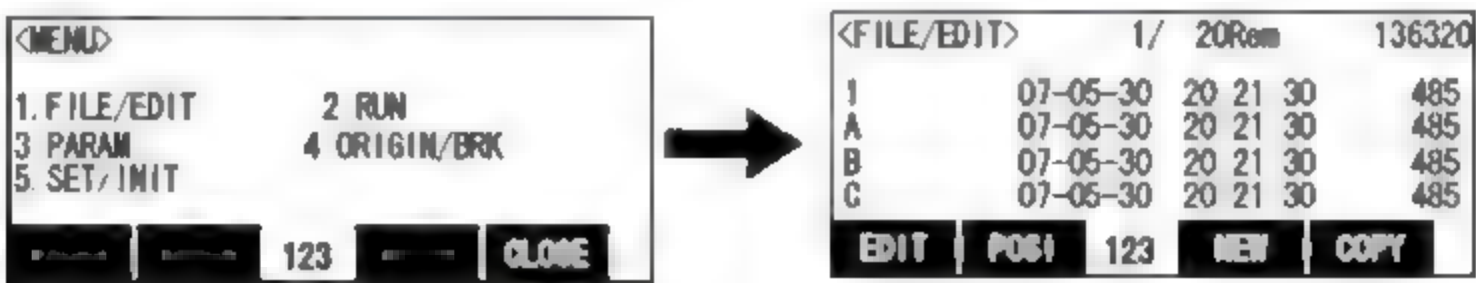

图 29-14 文件及编辑屏幕
- (4) 选择“1. FILE/EDIT”，如图 29-14 所示。